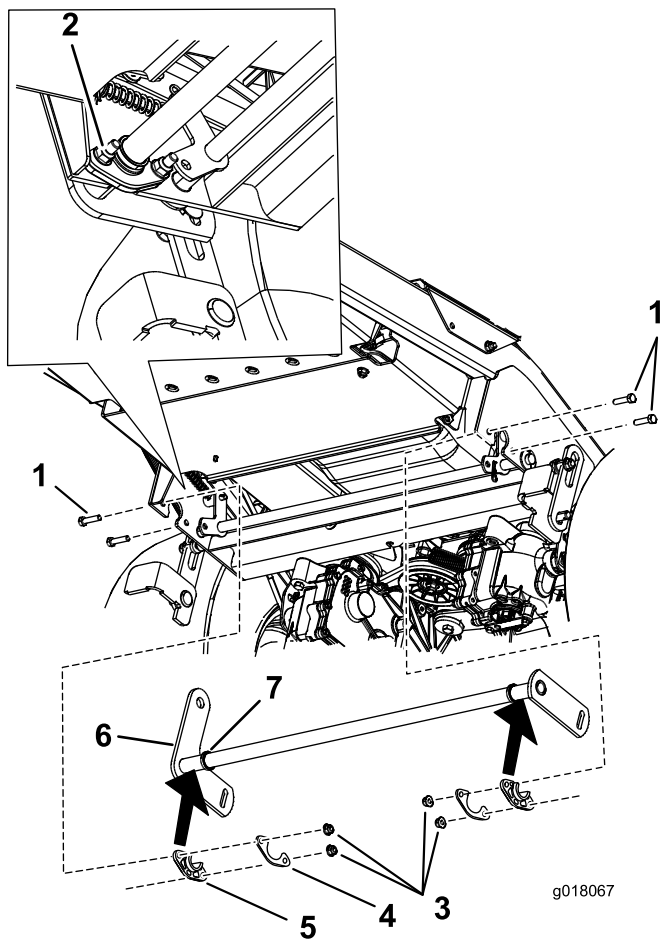

Figuur 1
- Verwijder de 4 R-pennen en ringen van de hefkoppelingen van de maaidekdrager en verwijder de koppelingen van het maaidek (Figuur 1).